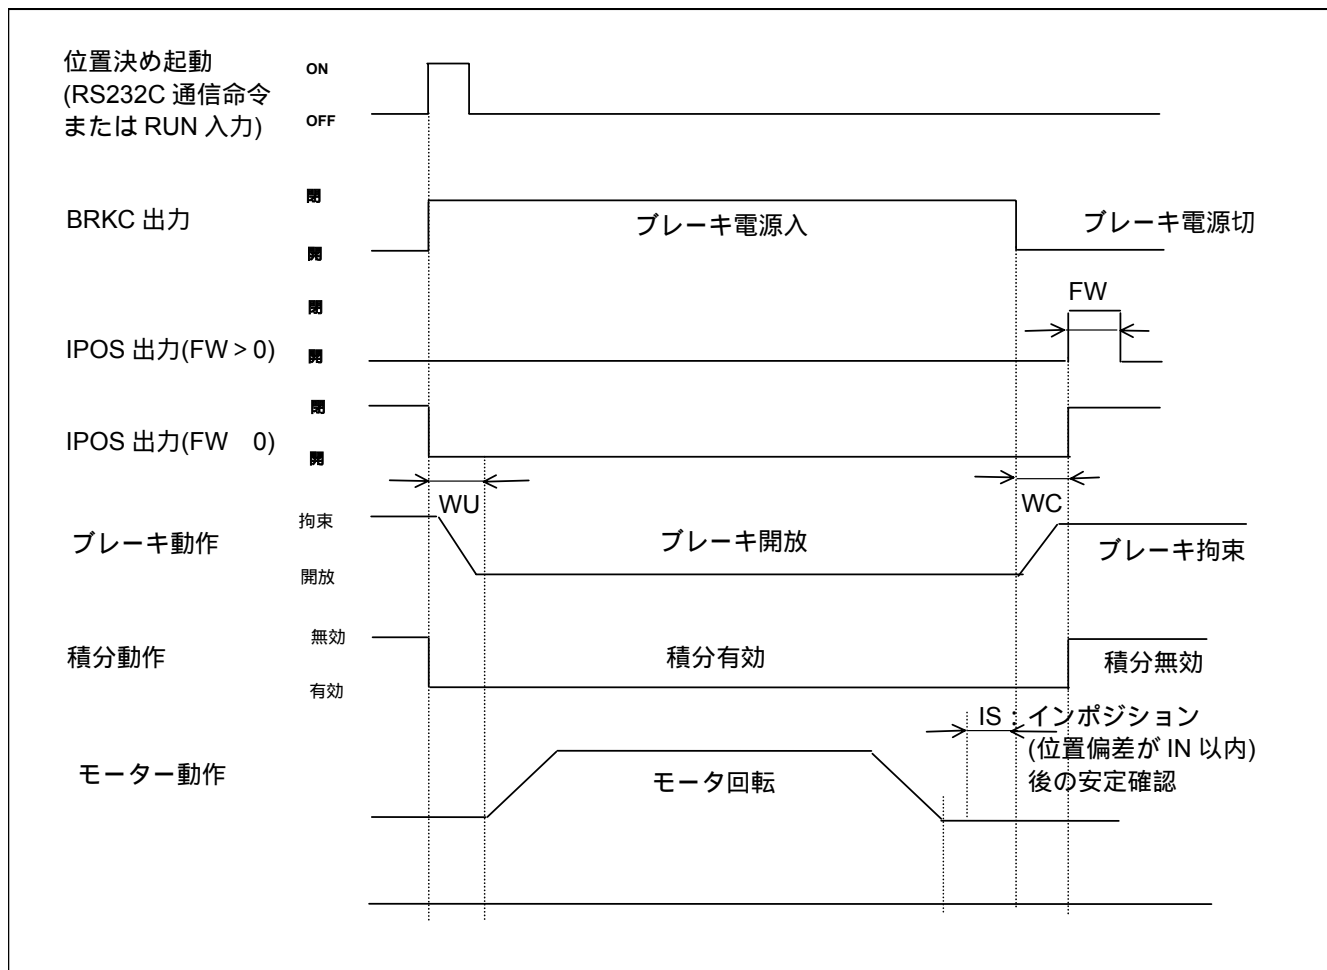

図 7-13: ブレーキシーケンス動作タイミング
- ブレーキシーケンスの基本動作を図 7-13 に示します。